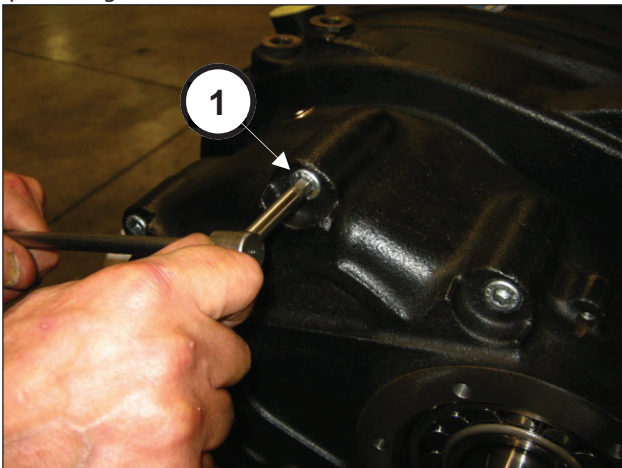

Fig. 6
Desaperte os parafusos de fixação da tampa do redutor (pos. ①, Fig. 6).